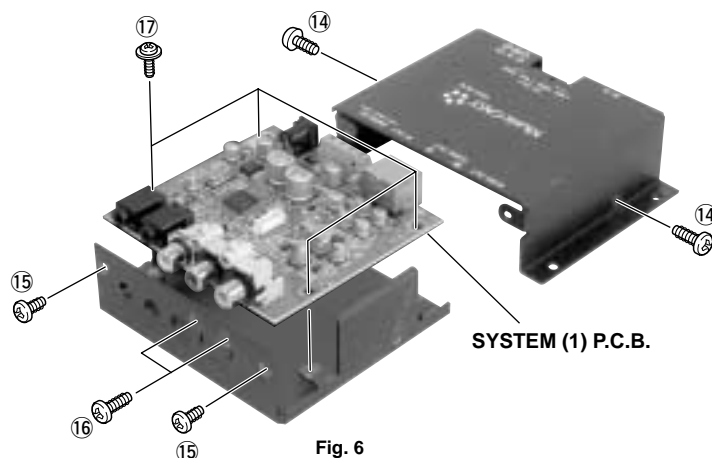

Fig. 6
- a) Remove 2 screws marked [14] and 2 screws marked [15]. (Fig. 6)
- b) Remove the Cover by sliding it rearward. (Fig. 6)
- a) Remove 2 screws marked [16]. (Fig. 6)
- b) Remove 4 screws marked [17]. (Fig. 6)
- c) Remove SYSTEM (1) P.C.B. by sliding it rearward. (Fig. 6)
- a) 14のネジ2本、15のネジ2本を外します。( Fig.6 )
- b)カバーを後方へスライドさせ、取り外します。( Fig.6 )
- a) 16のネジ2本を外します。( Fig.6 )
- b) 17のネジ4本を外します。( Fig.6 )
- c)SYSTEM (1) P.C.B.を後方へスライドさせ、取り外します。( Fig.6 )